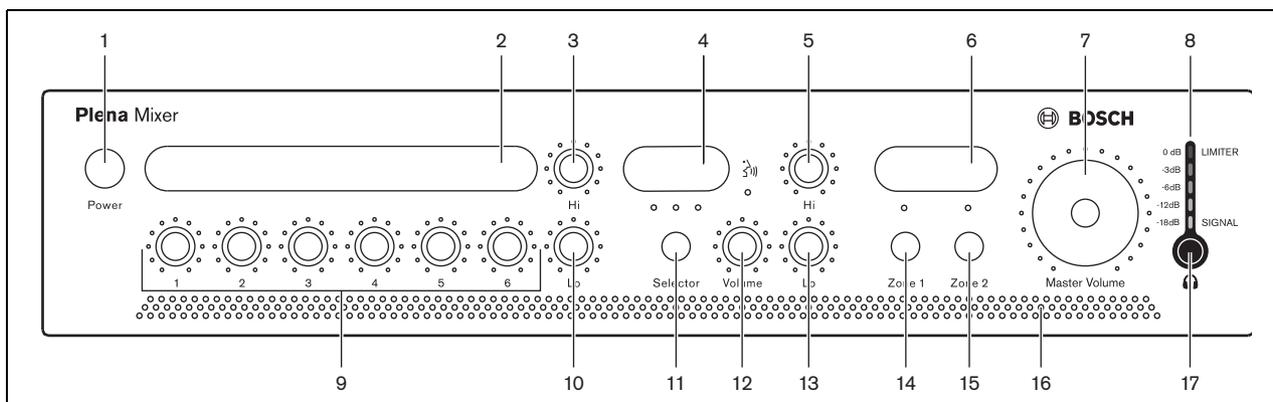

figura 5.2: Pannello frontale
- 2 Posizionare il pulsante di alimentazione (1) nella parte anteriore dell'unità su On - premuto (vedere figura 5.2).
Posizionare il pulsante di alimentazione (1) nella parte anteriore dell'unità su Off - rilasciato (vedere figura 5.2).
Gli utenti possono creare etichette personalizzate per: gli ingressi per microfono o gli ingressi di linea, la descrizione delle sorgenti musicali e le zone d'uscita audio 1 e 2. È possibile apporre tali etichette sul mixer nelle posizioni 2, 4 e 6 (vedere figura 5.2). Inoltre è possibile inserire contrassegni colorati in varie posizioni intorno ai comandi di volume e di tono, per indicare le impostazioni preferite per una particolare applicazione.
Utilizzare i comandi del tono Hi (alti) e Lo (bassi) (vedere figura 5.2, numeri 3 e 10) per cambiare contemporaneamente il tono degli ingressi per microfono/linea da 1 a 6.
Utilizzare i regolatori del tono Hi (alti) e Lo (bassi) (vedere figura 5.2, numeri 5 e 13) per cambiare il tono della sorgente musicale selezionata.